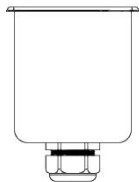
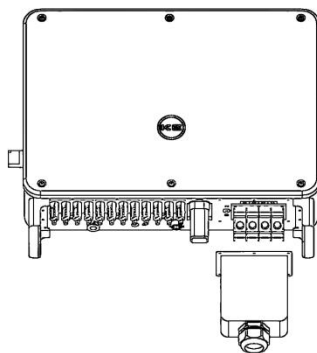

图3.10 拆开交流盖
图3.11 拆开交流端子固定螺丝
3) 将逆变器交流接线盒上的 4 个螺丝拆开取下交流接线端盖 (如图 3.10), 拆开交流端子的固定螺丝 (如图 3.11)。